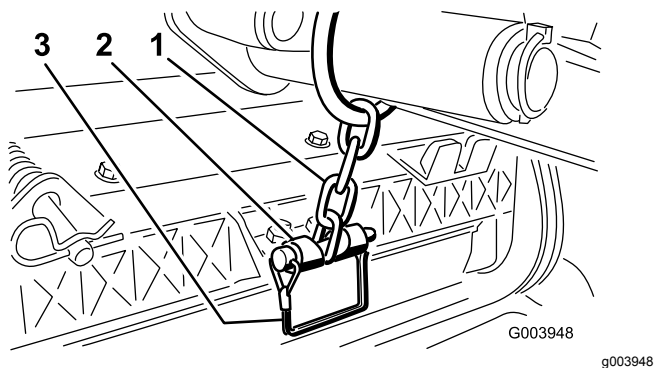

Figure 13
12. Fixez la chaîne du bras de levage au support de la chaîne avec la goupille à fermoir (Figure 13). Utilisez le nombre de maillons mentionné dans le *Manuel de l'utilisateur* du tablier de coupe.